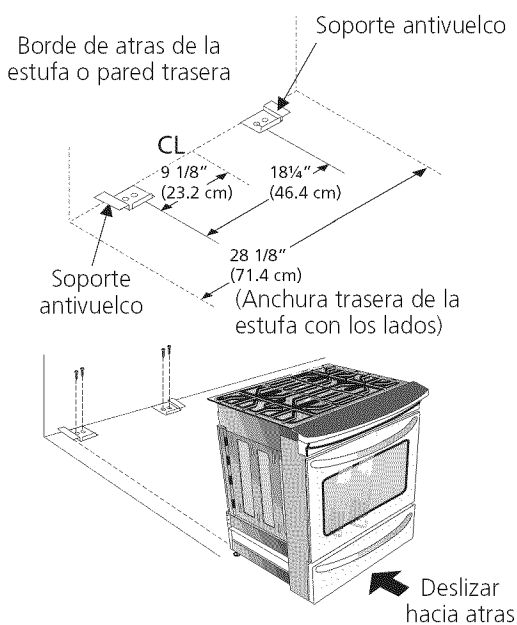

Figura 16
4. Retire el modelo y ubique la abrazadera en el suelo. Alinee los orificios en la abrazadera con las marcas en el suelo y ajuste con los cuatro tornillos provistos. La abrazadera debe quedar fijada al suelo (Figura 16) sólido. Si se fija al suelo concreto, primero haga orificios pilotos de un diámetro de 3/16" (0,48 cm), utilizando una barrena para concreto.
1. Desdoble la plantilla de papel y colóquela plana en el piso con los bordes laterales y el trasero colocados exactamente donde la parte trasera y los lados de la estufa serán colocados cuando sea instalada. (Use el diagrama siguiente para ubicar los soportes si no se dispone de la plantilla (Figura 16)).